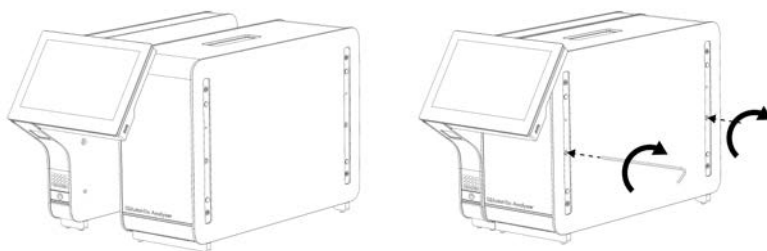

Figura 6. Collegamento del modulo operativo al modulo analitico.
3. Rimuovere il modulo operativo dalla scatola e collegarlo al lato sinistro del modulo analitico. Serrare le viti con lo strumento di assemblaggio del modulo analitico/operativo fornito con il QIAstat-Dx Analyzer 1.0 (Figura 6).